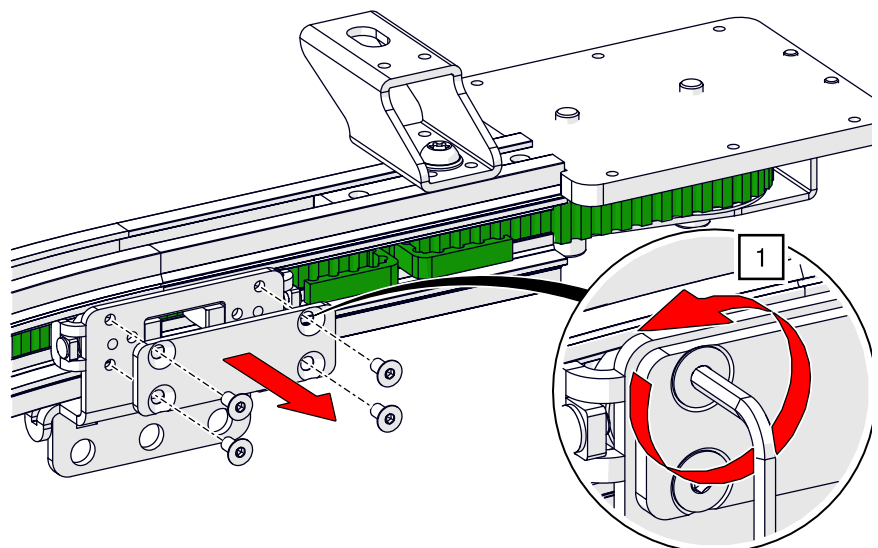

Abb. 83: Zahnriemenmontage – Klemmplatte am Zugwagen lösen
1. Lösen Sie die Klemmplatte am Zugwagen mit einem ISK SW 4 (siehe Abb. 83).